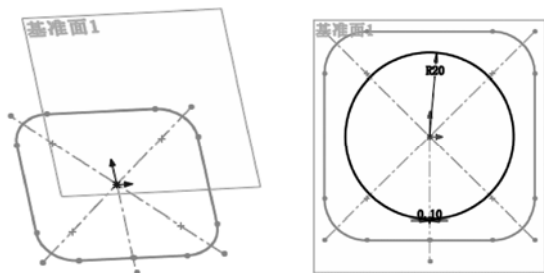
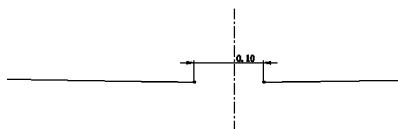

图 10-36 生成基准面
图 10-37 绘制开环的圆草图
(3) 绘制第 2 个草图。单击“参考几何体”工具栏中的 (基准面) 按钮, 或选择“插入”→“参考几何体”→“基准面”菜单命令, 弹出“基准面”属性管理器, 在对话框中“选择参考实体”栏中选择上视基准面, 输入距离值“40”, 生成与上视基准面平行的基准面, 如图 10-36 所示。使用上述相似的操作方法, 在圆草图上绘制一个 0.1 mm 宽的缺口, 使圆草图为开环, 如图 10-37 所示, 然后单击 (退出草图) 按钮。